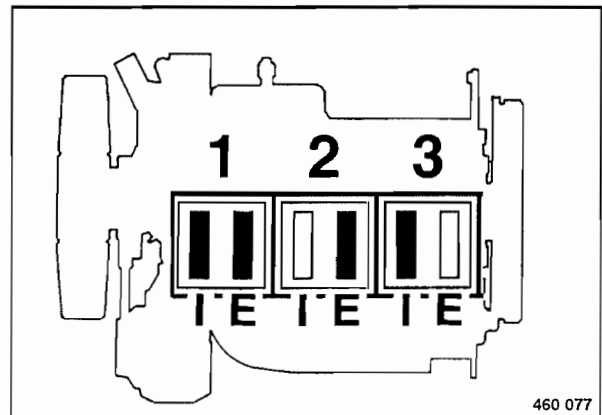

Fig. 117
- Comprobar las válvulas marcadas en negro (Fig. 117) en los cilindros 1, 2 y 3 y ajustarlas si fuese necesario.